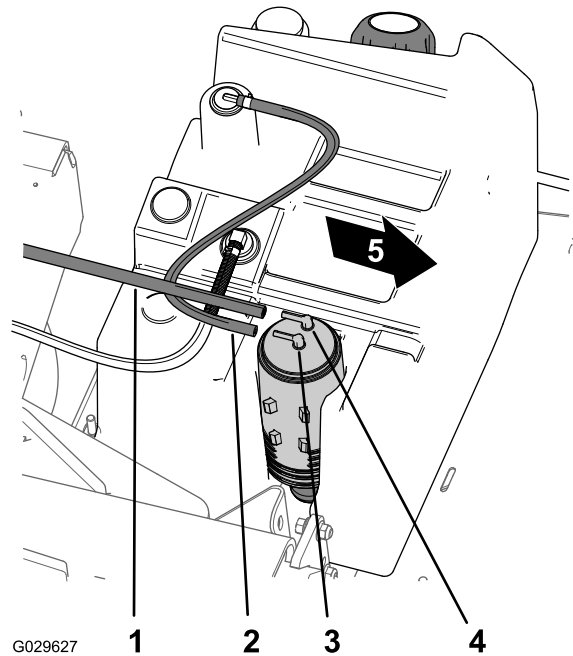

Figura 43
- Îndepărtați furtunul rezervorului de combustibil de la fittingul de pe recipientul din carbon marcat cu Fuel Tank (rezervor de combustibil) (Figura 43).
- Îndepărtați furtunul de vid de la fittingul de pe recipientul din carbon marcat Purge (purjare) (Figura 43).
8. Montați furtunul de vid pe fittingul de la recipientul din carbon marcat Purge (purjare) și furtunul rezervorului de combustibil pe fittingul marcat Fuel Tank (rezervor de combustibil) (Figura 43).